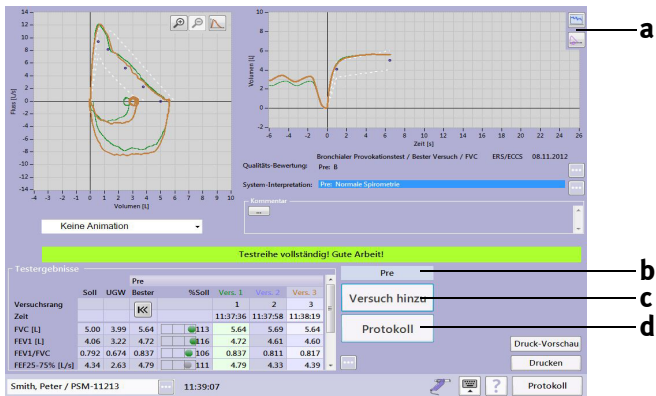

Abb. 3-24 Bildschirm nach drei akzeptablen expiratorischen FVC-Messungen
- Rufen Sie mit **Protokoll (d, Abb. 3-24)** das Protokollbild auf.
Mit der Taste **a** (Abb. 3-24) können Sie während einer Messung das Testdiagramm (Response-Curve) einblenden.